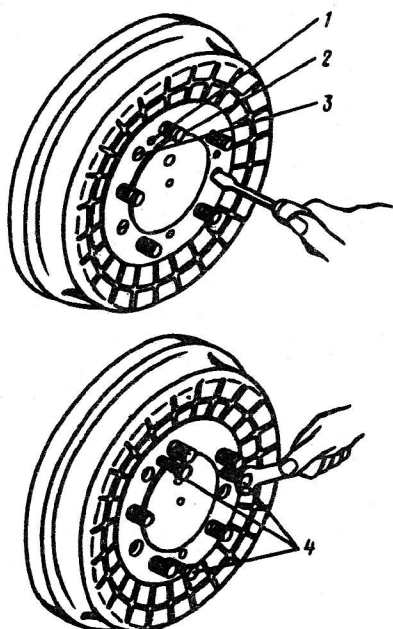

Рис. 212. Снятие тормозного барабана с полуоси:
5. Выверните три винта 3 (рис. 212) и снимите барабан с фланца полуоси. Если барабан сидит туго, то вверните в резьбовые отверстия три болта М8 и, поочередно вращая их, снимите барабан.